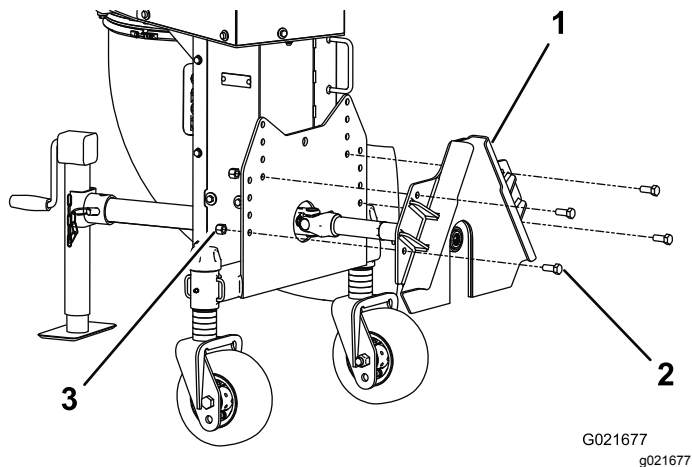

Figura 11
2. Instale a placa de montagem no soprador de detritos com quatro parafusos (½ pol. x 1¼ pol.) e quatro porcas (½ pol.) (Figura 11).